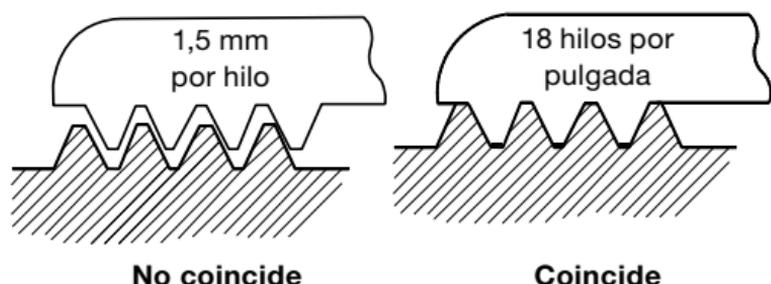

Fig. 3.
- c. Compruebe con la galga correspondiente a la rosca identificada en el paso b, hasta que encuentre la coincidencia (Fig. 3).